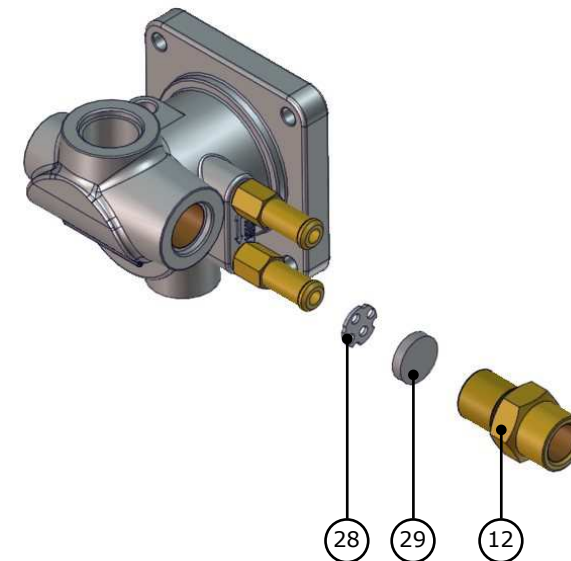

Fig. 8
- 10)** Inserire il piattellino multifori (28), inserire il nuovo filtro metano (29) e rimontare il raccordo ingresso gas (12), (fig.8), coppia di serraggio 20Nm-30Nm;
*Insert the multi-hole pan (28), insert the new cng filter (29) and re-assemble the gas inlet plug (12), (fig.8), torque 20Nm-30Nm;*